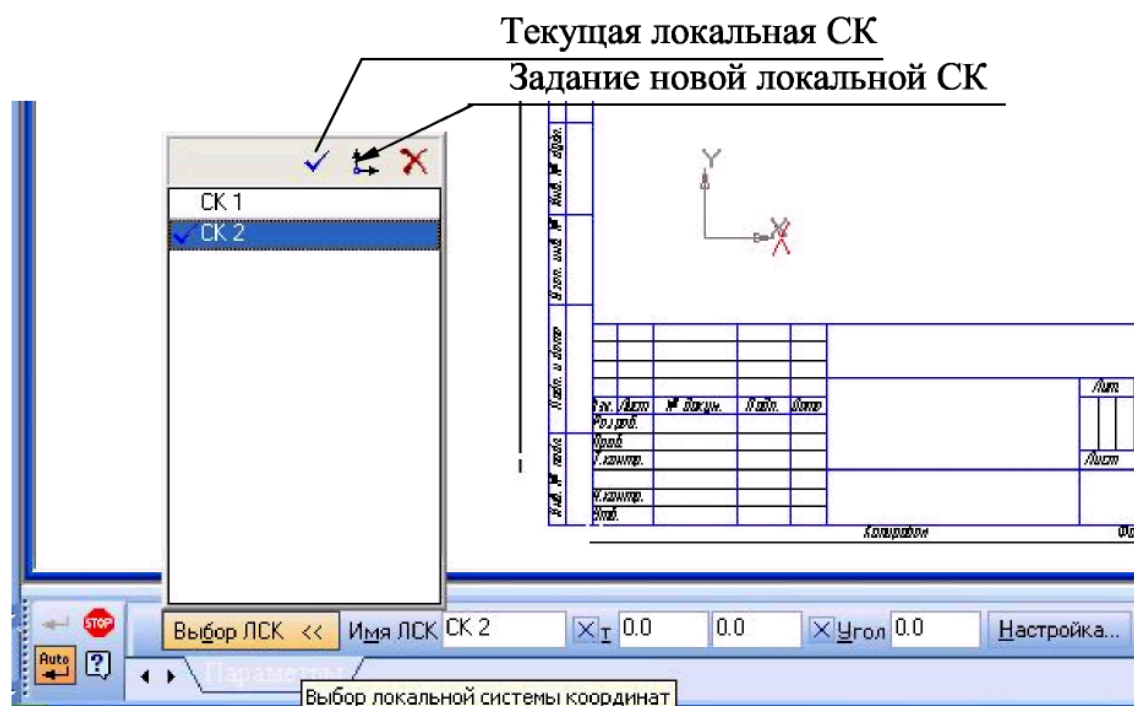

Рис. 3.1 - Содержание **Панели свойств** при создании локальной системы координат
- Щелкните графическим курсором в том месте чертежа, где вы хотите поместить центр создаваемой системы координат, либо, воспользовавшись **Панелью свойств** (рис. 3.1), в поле **т** введите координаты этого центра относительно глобальной системы координат.